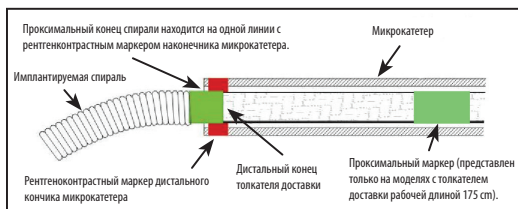

Рисунок 4. Положение полоски маркера для отсоединения
25. Продвигайте спираль в нужное место до тех пор, пока рентгеноконтрастный маркер на толкателе доставки не сравняется или не будет немного дистальнее рентгеноконтрастного маркера дистального кончика микрокатетера, чтобы зона отсоединения находилась непосредственно за кончиком микрокатетера. См. рисунок 4.